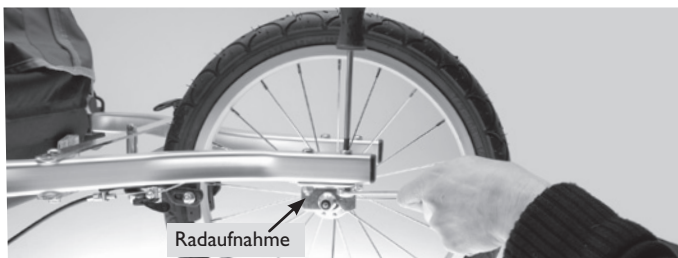

Abbildung 22
1. Lösen Sie die Fixierungsschrauben (s. Abb. 22) auf beiden Seiten der Radaufnahmen (per Kreuzschlitzschraubendreher PH 2 und 11 mm Gabelschlüssel)